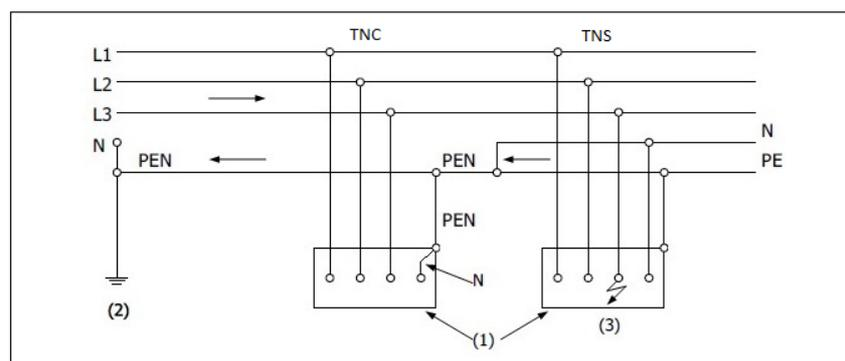

Figure 3 : boucle de défaut dans un schéma TN-C-S
- le schéma TN-C-S (voir figure 3) qui, près de la source, est un TN-C et donc muni d'un PEN et qui, plus en aval dans l'installation, est dédoublé selon ses deux fonctions de conducteur N et de conducteur PE. Une fois dédoublé, il est interdit d'à nouveau relier le conducteur PE et le conducteur N.